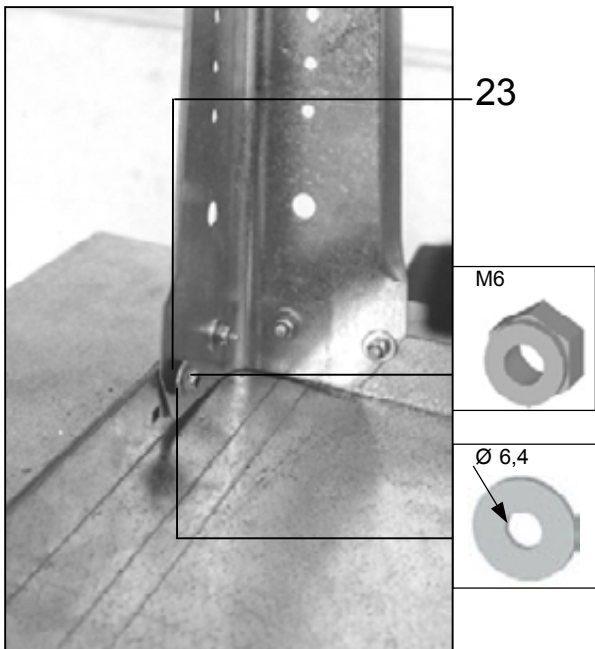

Abb. 26
- Stecken Sie die Gummischeiben (23), dann die Unterscheiben auf, schrauben Sie zwei Muttern M6 an (siehe auch Abb. 26)
- Slip on the rubber disks (23), and then the washers; screw on the two nuts M6 (see also Fig. 26).
- Montez les rondelles caoutchouc (23), ensuite les rondelles, vissez les deux écrous M6 (voir également fig. 26).
- Steek de rubberen schijven (23) vervolgens de onderlegschijven erop, schroef twee moeren M6 aan (zie ook afb. 26)
- Trä på kummibrickorna (23), sedan underläggsbrickorna, skruva på två muttrar M6 (se även ill. 26)
- Encaje las arandelas de caucho (23), luego las arandelas de calza, enrosque dos tuercas M6 (vea también la Fig. 26)